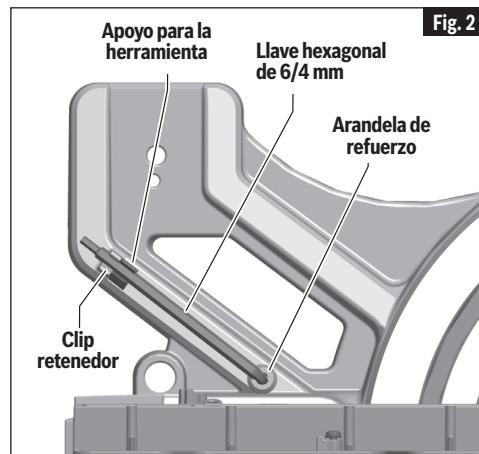

Fig. 2
– Hay un lugar de almacenamiento en la sierra para almacenar la llave hexagonal de 6/4 mm. Inserte la pata corta de la llave hexagonal a través de la arandela de refuerzo de goma de la manera que se muestra en la ilustración. Coloque la pata larga dentro del apoyo para la herramienta y presione hacia abajo al interior del clip retenedor (vea la Fig. 2).